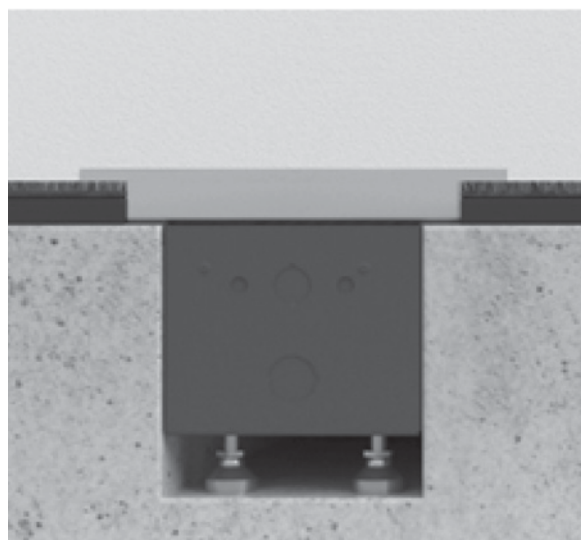

Figura 12B: Montaje sobre la superficie – El borde de la rejilla se asienta en el piso
15. Retire la rejilla y ajuste las patas niveladoras de manera que el borde de la rejilla quede apoyado sobre la superficie del piso. Ver la figura 12B.